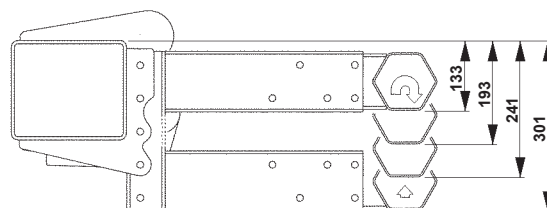

Abbildung 38. Der innere Teil der Konsolen kann in vier verschiedenen Höheneinstellungen montiert werden
1. Montieren Sie die innere Konsole in einer der vier möglichen Höheneinstellungen. Wählen Sie die Höheneinstellung, welche den vorgegebenen Anforderungen entspricht, siehe Abschnitt "6.8.2 Gesetzlich vorgeschriebene Maße" auf Seite 28. Benutzen Sie die zugehörige Schraube M12x100. Montieren Sie die Einheit, ohne die Schrauben festzuziehen, siehe Abbildung 38.